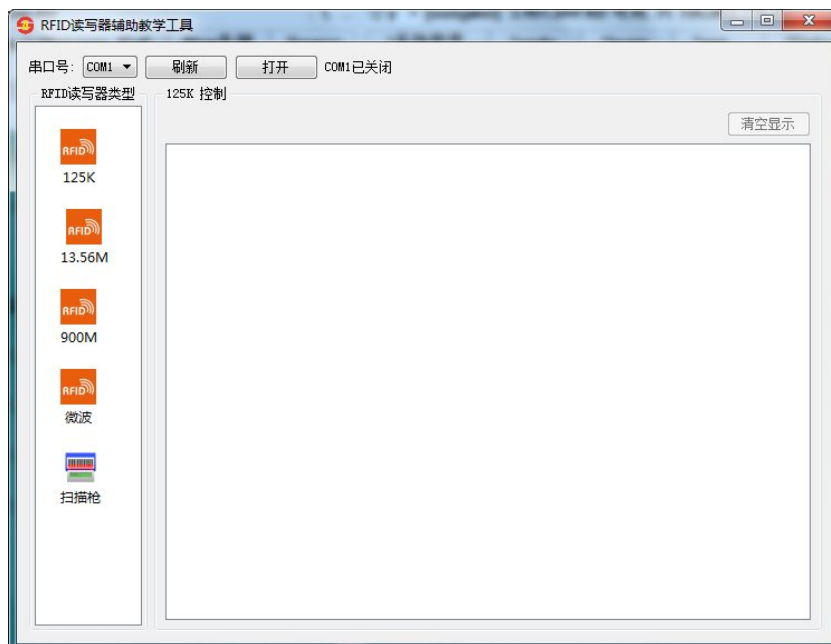

图 7.13 RFID_Tool软件
2. 在实验箱配套光盘的“Tools\RFID调试助手”文件夹下找到RFID_Tool.exe软件，并双击打开，如图 7.13所示；